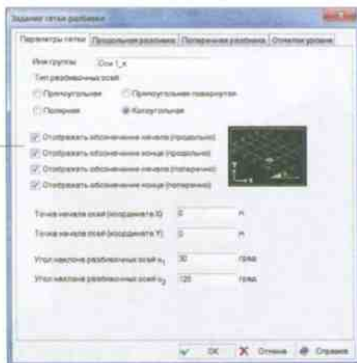

Рис. 5.18-1. Диалоговое окно
Параметры осей задаются в многостраничном диалоговом окне **Задание сетки разбивки** (рис. 5.18-1).
- в многостраничном окне **Задание сетки разбивочных осей** (рис. 5.18-1) внести нужные изменения;